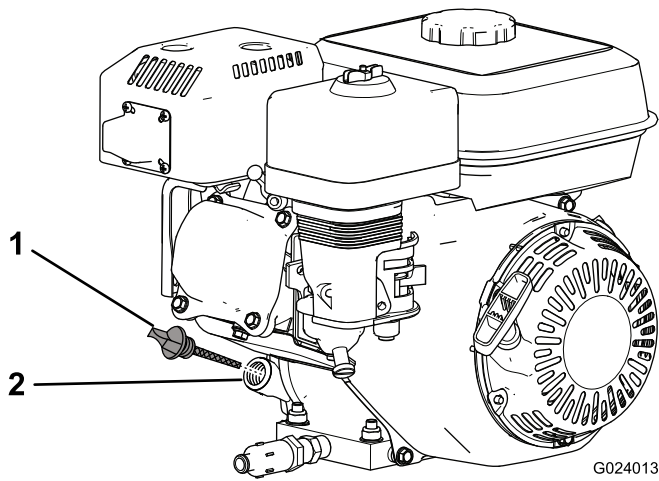

図 24
2. エンジンを停止し、冷えるのを待ってオイルフィルタのキャップ兼ディップスティックの周囲をきれいにする図 24。